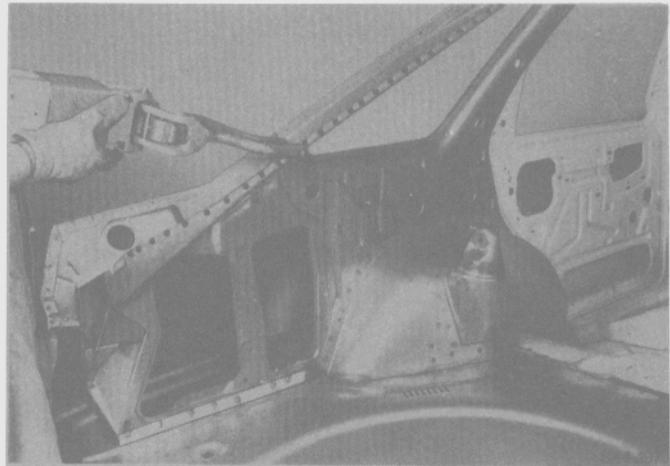

Fig. 214
- Soldar por puntos el panel (con el gotero) al panel lateral interior (Fig. 214).